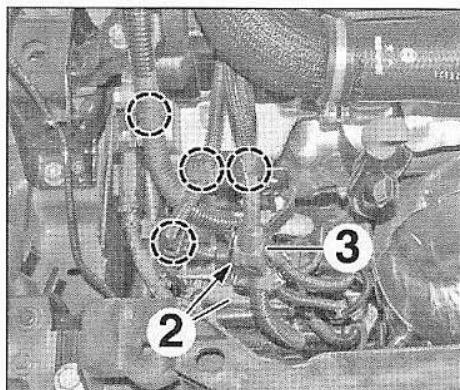

FIG.15
- Débrancher les connecteurs (2) (Fig.15).
- Dégrafer le faisceau électrique (3).